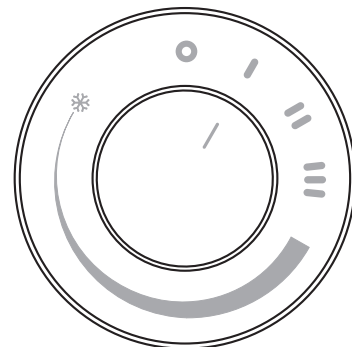

fig. 2
- Per attivare la funzione POTENZAMINIMA, ruotare la manopola in modo che il riferimento "I" sia allineato al simbolo "I" sul pannello comandi (fig. 2).